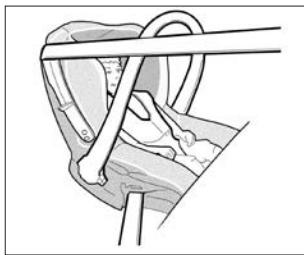

Рис. 2.8.3. Пример детского сиденья против направления движения
**Детское сиденье против направления движения.** Голова ребенка в пропорции к телу тяжелее головы взрослого человека, поэтому его шея очень хрупкая. Как можно дольше перевозите ребенка в таком положении (не менее чем до 18 месяцев). Оно помогает удерживать голову и шею. Выберите охватывающее сиденье (рис. 2.8.3) для лучшей боковой защиты.